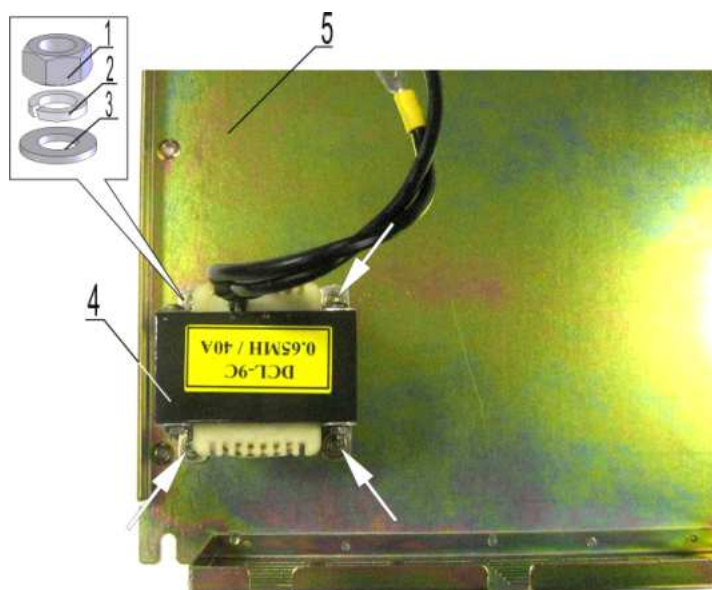

Рис. 6.25
6.17.1. Взять металлическое основание 5 (рис. 6.25).